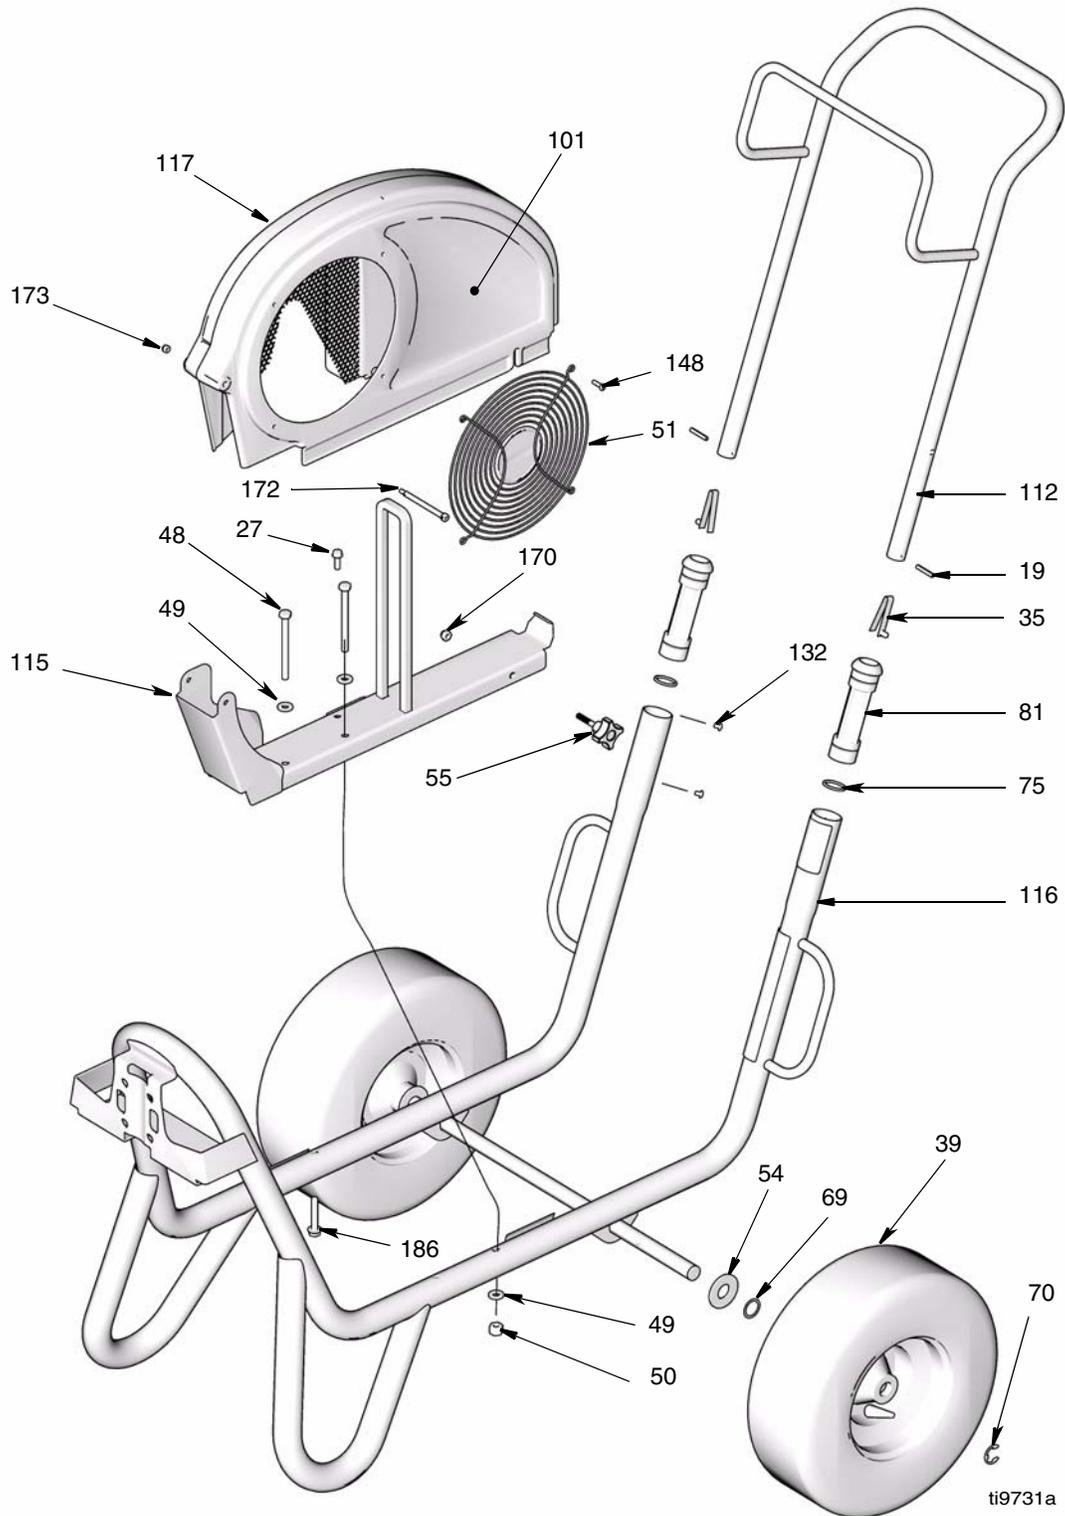

**ABB. 19**
7. (ABB. 19) Materialschlauchanschluss (190) und Materialschlauch (63) am Pumpenanschluss anbringen.